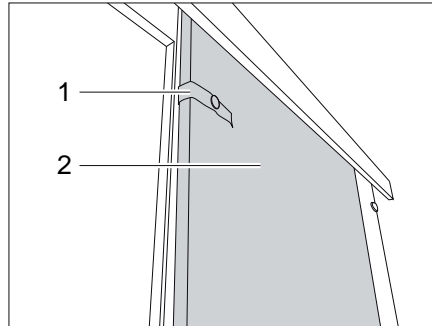

Fig. 149 Porte coulissante
- Détacher la bande de sécurité (Fig. 149,1).
- Tirer la porte coulissante (Fig. 149,2) en position de fermeture.
- Amener la porte coulissante (Fig. 149,2) dans la position d'ouverture.
- Fixer la porte coulissante avec la bande de sécurité (Fig. 149,1).